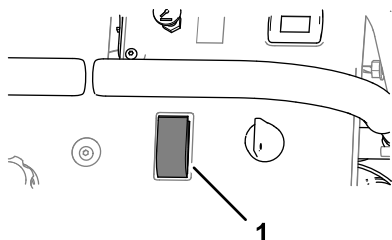

Figura 45
9. Ponga el interruptor de la bomba de fumigación en la posición de ACTIVADO (Figura 45).